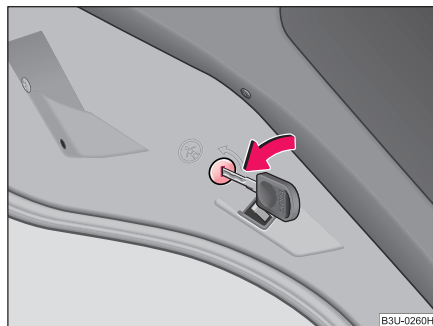

Fig. 21 Siguranța pentru copii la ușile din spate
- Rotiți cheia autovehiculului în direcția săgeții ⇒ Fig. 21.